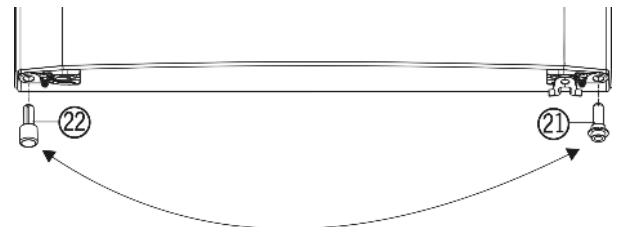

Fig. 5
- ▶ Estrarre il distanziatore Fig. 5 (22) dalla porta, in basso a sinistra.
- ▶ Inserire nuovamente il distanziatore Fig. 5 (22) nella porta, in basso a destra.